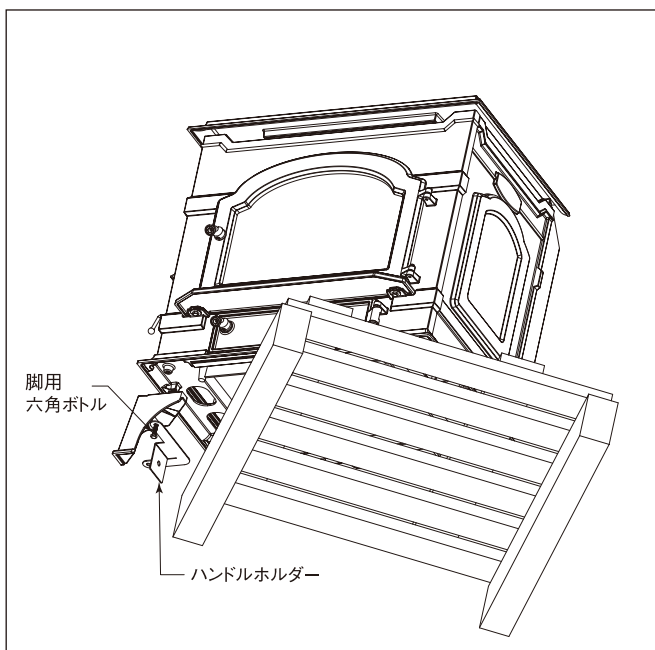

図3 正面の左隅がパレットからはみ出るくらいまでストーブを回します。
- 2) 正面の左隅がパレットからはみ出るくらいまでストーブを時計の針と反対方向に回し、脚取り付け穴が見えるようにしてください。(図3)